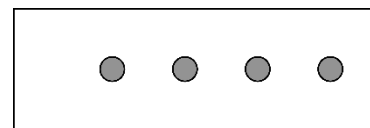

Figura 3 - desenho esquemático de uma lâmina de microscópio com 4 gotículas.
1. Ajuste sua micropipeta P20 para 5 μ L e mantenha-a assim. Use esta micropipeta para colocar 4 gotículas de 5 μ L de suspensão concentrada de *Paramecium* em uma lâmina de microscópio, como mostrado na Figura 3.